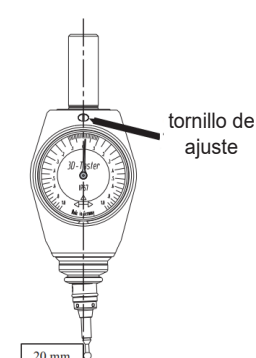

Fig. 8
- Ajuste "la mitad de la diferencia" con el tornillo de ajuste y complete la calibración (fig. 8).